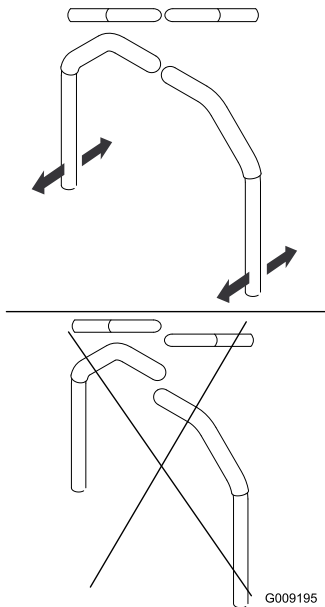

Figura 66
4. Ajuste la posición delante/detrás de las palancas acercándolas a la posición de punto muerto y deslizándolas hasta que queden alineadas, y luego apriete los pernos (Figura 66).